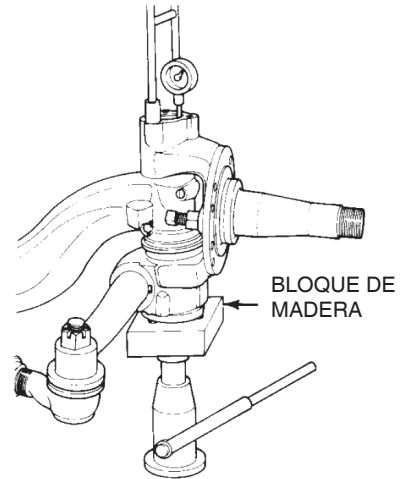

Figura 86
- Coloque un bloque de madera y un gato hidráulico por debajo de la parte inferior de la punta de eje. Eleve la punta de eje hasta la aguja del reloj parar de moverse. Figura 86.